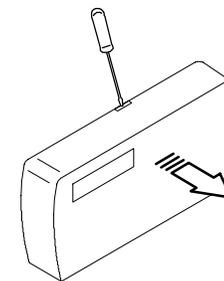

fig. 3.6
- 1 Introdurre un piccolo cacciavite a lama nella fessura indicata in fig. 3.6, far leva in modo da sganciare il telecomando dalla sua base.